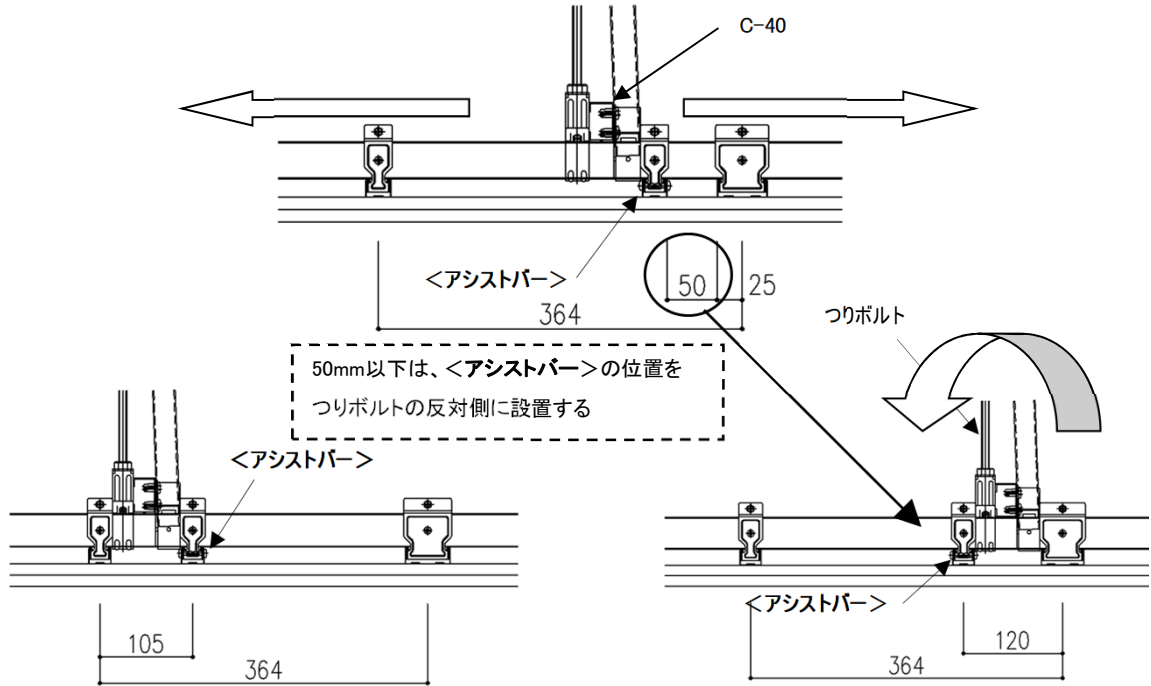

図 2-17 天井面補強材<アシストバー>の位置関係
- ・天井面補強材 <アシストバー> が、野縁に当たって取り付けられない場合 (50mm以下) はつりボルトの反対側に設置する。(図2-17参照)